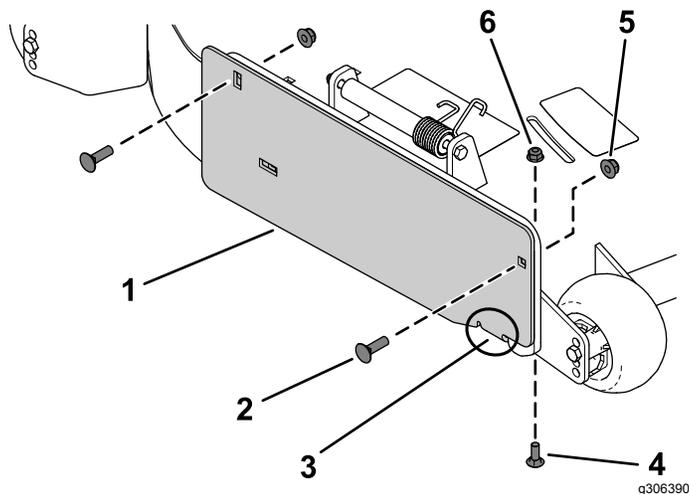

Figura 3
1. Prenda a placa da cobertura de descarga no exterior do suporte de montagem utilizando cinco parafusos de carroçaria (3/8 pol. x 1 1/4 pol.) e duas porcas de bloqueio (3/8 pol.) como se mostra na Figura 3.
2. Prenda a patilha no interior da plataforma do cortador utilizando um parafuso de carroçaria (5/16 pol. x 7/8 pol.) e uma porca flangeada (5/16 pol.), como se mostra na Figura 3.